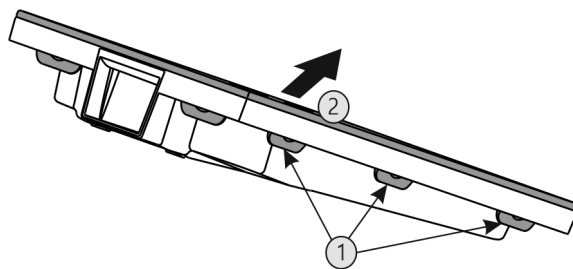

Fig. 69
- ▶ Всі накладки Fig. 69 (1) натиснути послідовно і вийняти кришку Fig. 69 (2).